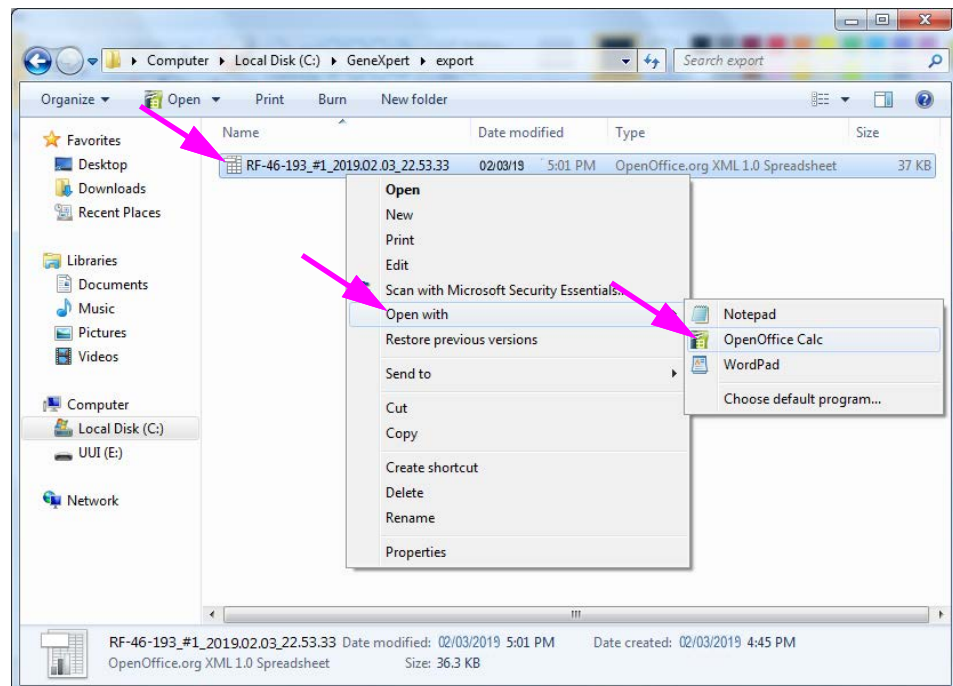

Abbildung 5-63. Öffnen einer .csv-Datei zum Konfigurieren von AOO (Beispiel)
1. Navigieren Sie im Ordner GeneXpert auf Ihrem System zum Ordner **Export**. Klicken Sie mit der rechten Maustaste auf die .csv-Datei, die geöffnet werden soll. Wenn das Dropdown-Menü erscheint, klicken Sie auf **Open with (Öffnen mit)** und wählen Sie **OpenOffice Calc**. Siehe Abbildung 5-63.